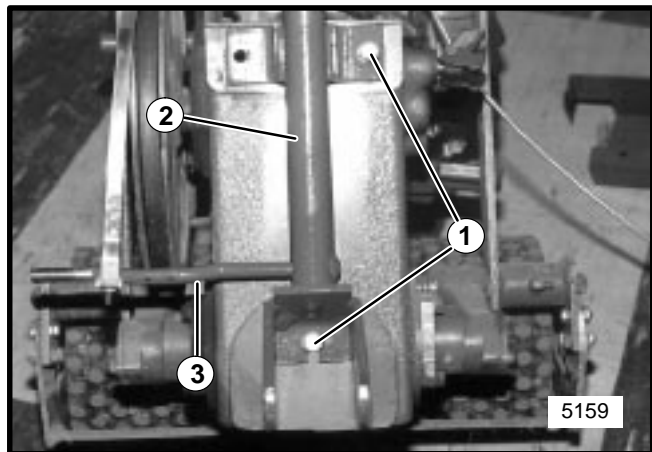
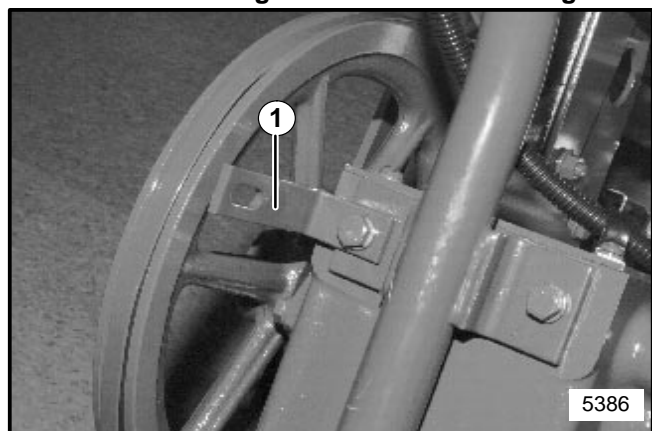

ABBILDUNG 3
ABBILDUNG 4
8. Die zwei (2) Schrauben und Sicherungsscheiben von der Rückseite des Getriebegehäuses abnehmen und aufbewahren. Die untere Schraube so weit lockern, bis die Griffstange hinter die Schraube und die Unterlegscheibe rutscht.
9. Permatex oder eine gleichwertige Dichtungsmasse auf die drei Schrauben, die in Schritt 9 entfernt wurden, auftragen. Die Stütze für die Griffstange wie in Abbildung 3 dargestellt am Getriebegehäuse befestigen und das "L" Teil wie in Abbildung 4 gezeigt anbauen. SICHERSTELLEN, daß die Seite mit dem Schlitz des "L" Teils zur großen Scheibe gerichtet ist. Siehe Abbildung 4.